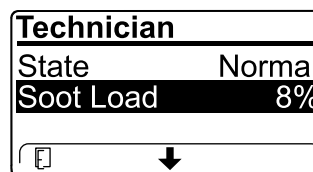

Figura 35
- Vea la carga de hollín que se mide como porcentaje del hollín del DPF (Figura 35); consulte la tabla de carga de hollín.